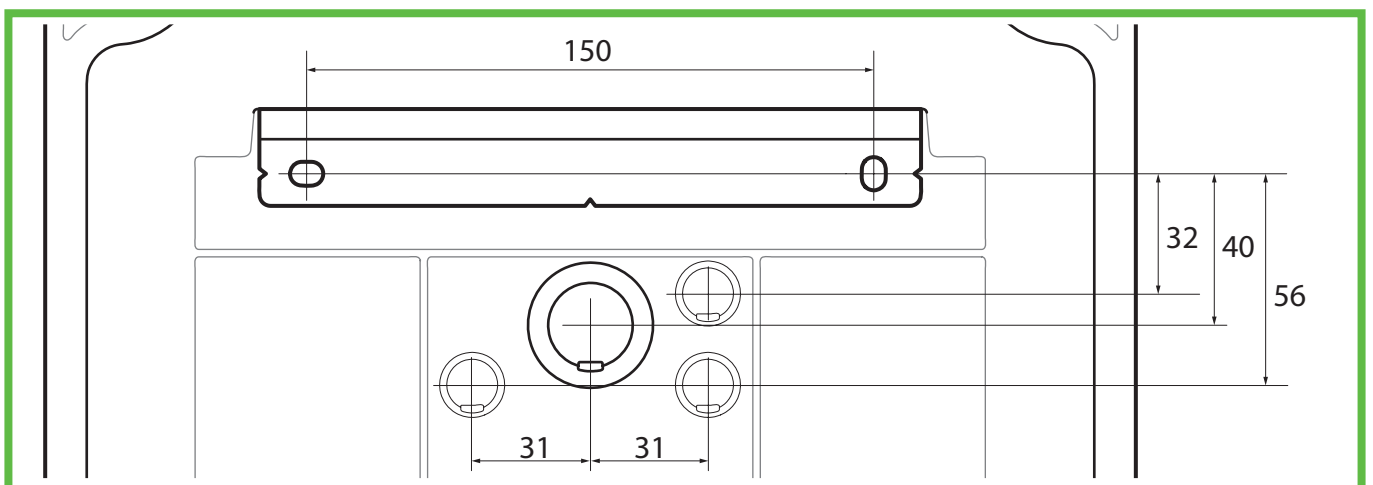

Abb. 7: Maßzeichnung für Leitungseinführung durch die Rückwand (Maßstab 1:2)
► Nur bei Leitungseinführung durch die Rückwand: Nutzen Sie die Maßzeichnung, um die Befestigungspunkte der Montageschiene zu markieren (Abb. 7).